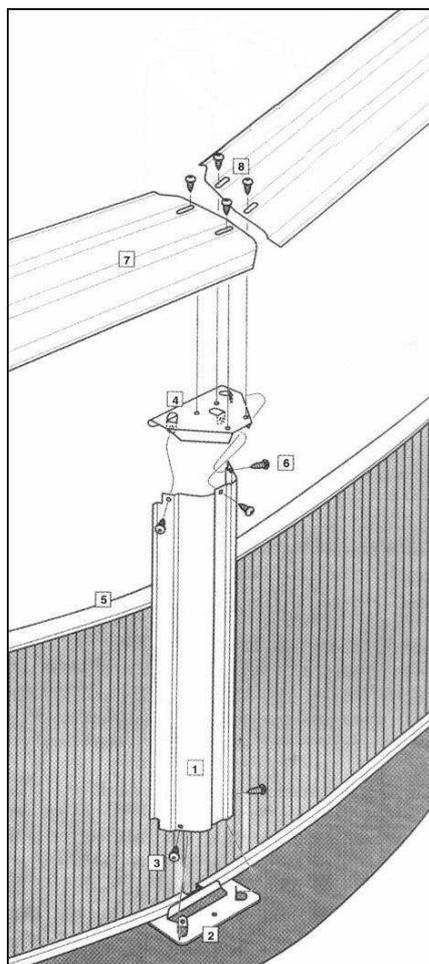

fig. 29
a) Installare un profilo superiore (fig. 29) collocando prima uno degli estremi sulla placca superiore (T2). Il lato esterno del profilo superiore è il più alto.